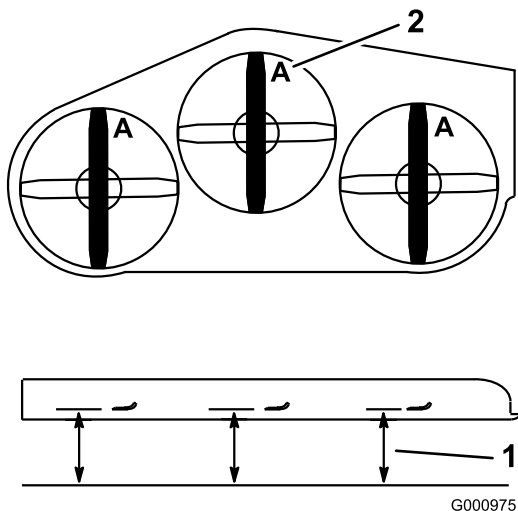

Figure 91
3. Tournez les lames dans le sens longitudinal (Figure 91).
4. Mesurez la distance entre la surface plane et le tranchant (position A) des lames (Figure 91).